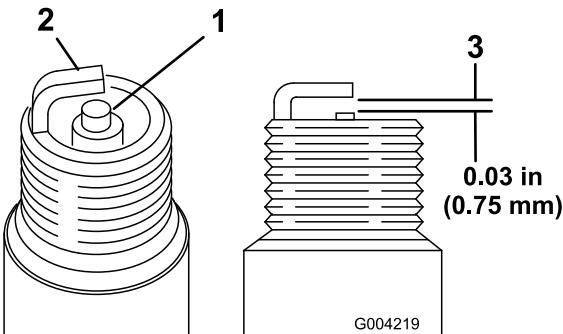

Figure 35
| <p>1. Électrode centrale et bec isolant</p> <p>2. Électrode latérale</p> | <p>3. Écartement (pas à l'échelle)</p> <p>2. Contrôlez l'écartement entre l'électrode centrale et l'électrode latérale (Figure 35).</p> <p>3. Courbez l'électrode latérale (Figure 35) si l'écartement est incorrect.</p> |
1. Examinez le centre des bougies (Figure 35). Si le bec de l'isolateur est recouvert d'un léger dépôt gris ou brun, le moteur fonctionne correctement. S'il est couvert d'un dépôt noir, c'est généralement signe que le filtre à air est encrassé.